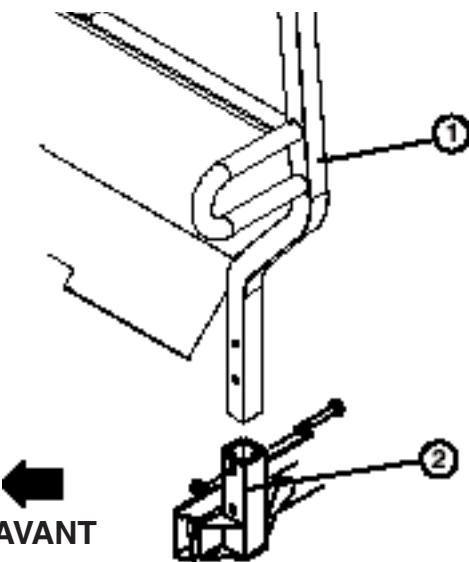

Figure 6
## Montage de la protection anti-retournement (ROPS) (Fig. 6)
- Insérez chaque côté de la protection dans le support de chaque côté du bâti du véhicule, et positionnez la protection comme illustré à la Figure 6.
- Fixez chaque côté de la protection anti-retournement aux supports à l'aide de (2) vis de  $\frac{1}{2}$ -13 x 3" et contre-écrous.